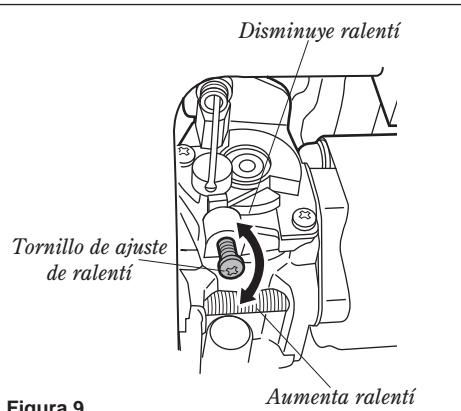

Figura 9
- Si dispone de un tacómetro, la marcha ralentí del motor se debe terminar ajustando en 3000 (± 300) RPM (min^{-1}). Consulte la figura 9.